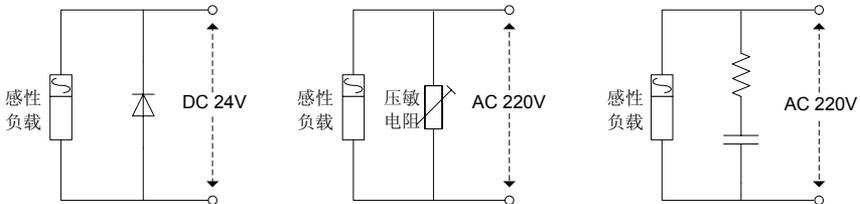

图 3-5 感性负载浪涌抑制器的应用
- ◆ 变频器连接感性负载设备时（电磁接触器、继电器、电磁阀等）器，如图 3-5 所示。